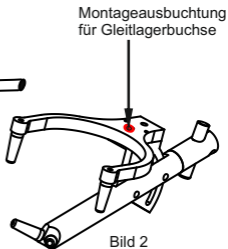

Bild 2
- HINWEIS:** Wenn Sie bereits im Besitz eines Gabelknecht-FAT Tools (Gen.2) sind, können Sie die Einsteckhülse auch direkt in der runden Ausbuchtung auf der Oberseite des Gabelknecht-FAT montieren (Bild 2)